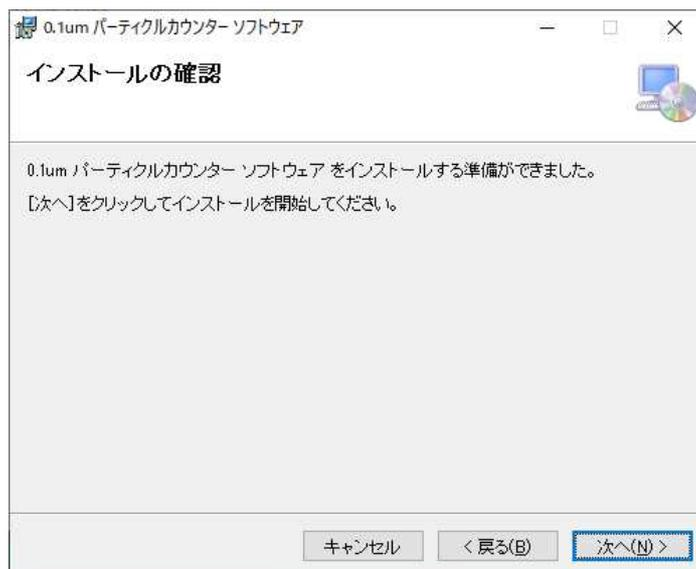

図 2-3 インストールの確認画面
3) 次へ (N) をクリックすると、図 2-3 が表示されます :